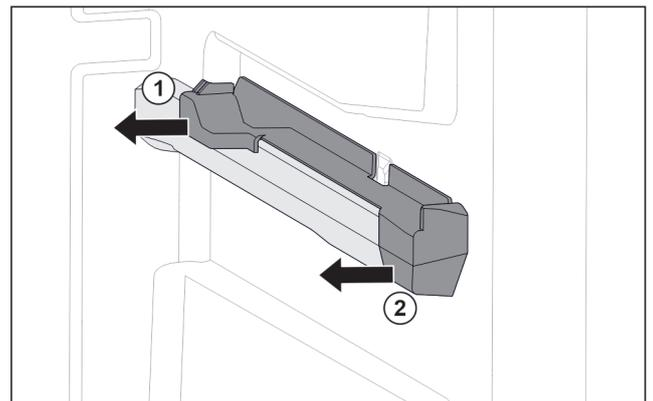

Fig. 58 Aufsteckteil auf der rechten Behälterrippe
- Aufsteckteil hinten zur Seite abziehen. Fig. 58 (1)
- Aufsteckteil vorne zur Seite abziehen. Fig. 58 (2)